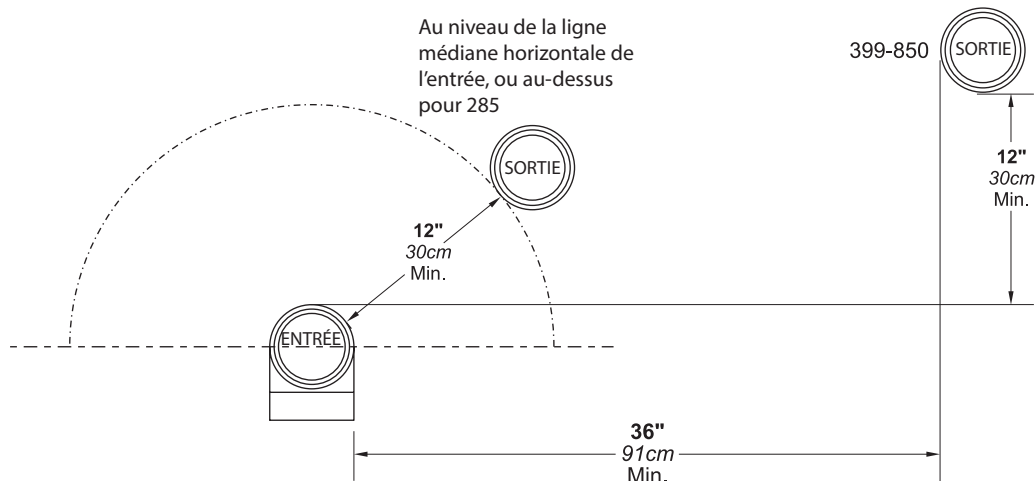

Figure 18. Distance minimale du conduit d'évacuation des gaz de combustion
5. En présence de plusieurs kits d'évacuation des gaz de combustion, maintenir une distance horizontale de 36 po/90 cm entre le groupe d'admission et le groupe d'évacuation. (Figure 18.)